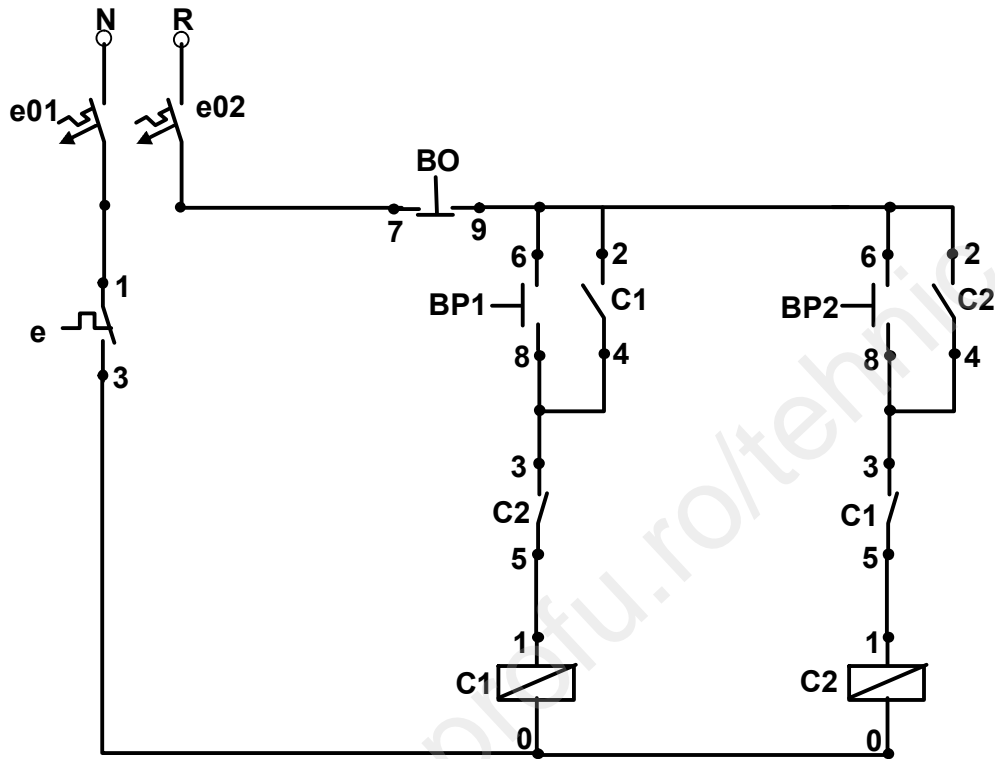

Fig.1 Schema electrică de comandă
I. Precizează denumirea și rolul elementelor schemei electrice de comandă din **fig.1**
II. Identifică elementele din schema electrică de comandă, la aparatele de pe panoplia de lucru, și execută legăturile electrice dintre elemente conform schemei din **fig.1**.
Notează pe traseele schemei electrice din **fig.1**, cu cifre, ordinea cronologică în care vei executa conexiunile.